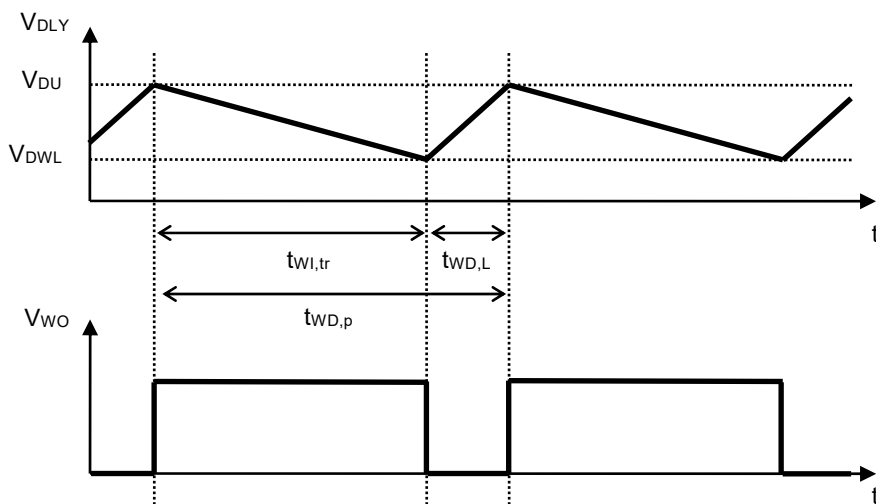

図8
*1. ウォッチドッグタイマがタイムアウトの検出を繰り返したときWO端子に現れる連続矩形波の周期 (図8参照)。以下の式からもとめられます。
*2. ウォッチドッグタイマがタイムアウトの検出を行った後、WO端子が "L" を継続する時間 (図8参照)。
*3. ウォッチドッグタイマがトリガ信号の検出を開始してから、タイムアウトが検出されWO端子出力が "L" に変化するまでの時間 (図8参照)。この値は C_{DLY} で変更可能です。